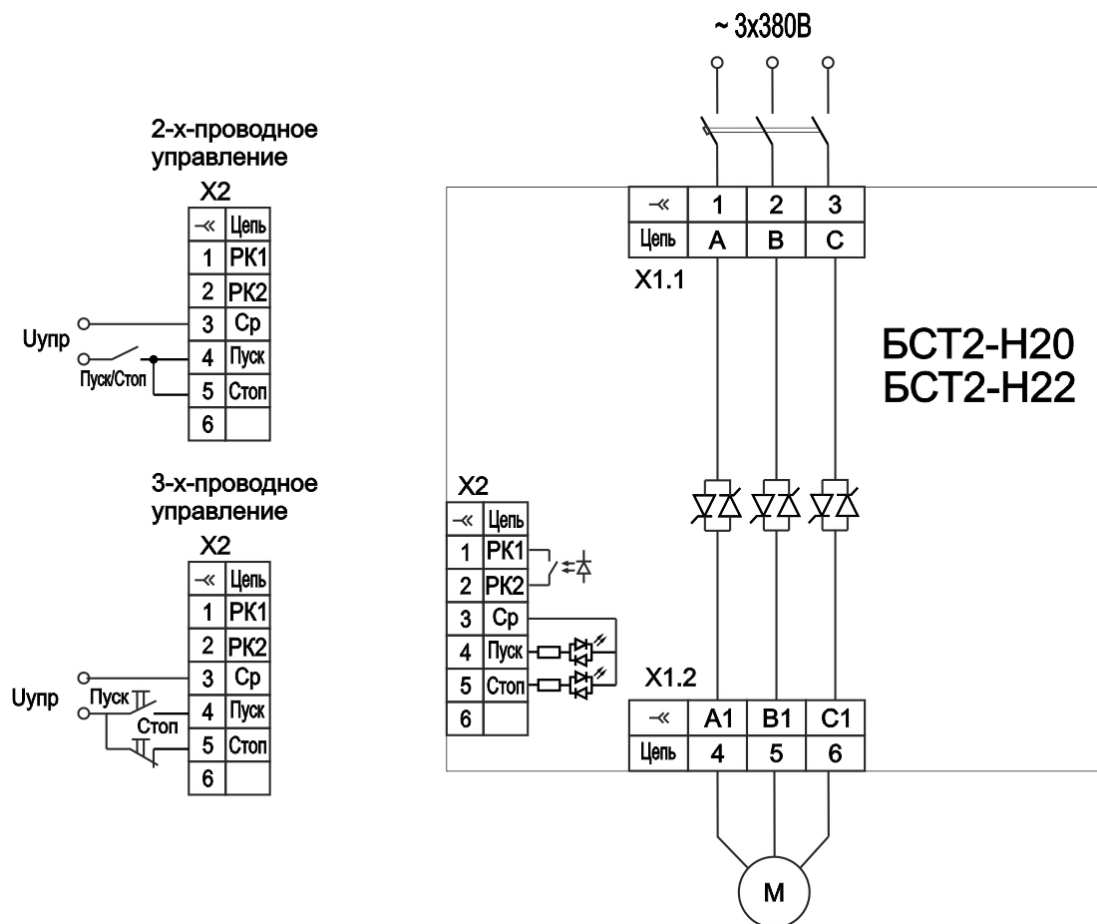

Рисунок 3 – Пример схемы подключения
1.6.6 Пример схемы подключения пускателя к электродвигателю приведен на рис. 3.